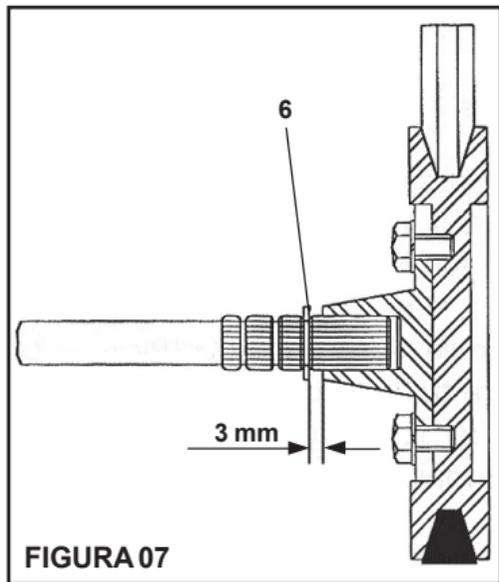

FIGURA 07
*Al montar la bomba hidráulica, observe una holgura de 3 mm entre el eje y el empalme, según detalle de la figura 07. Para esta holgura coloque el anillo (6) en una de las ranuras existentes en el eje estriado.*